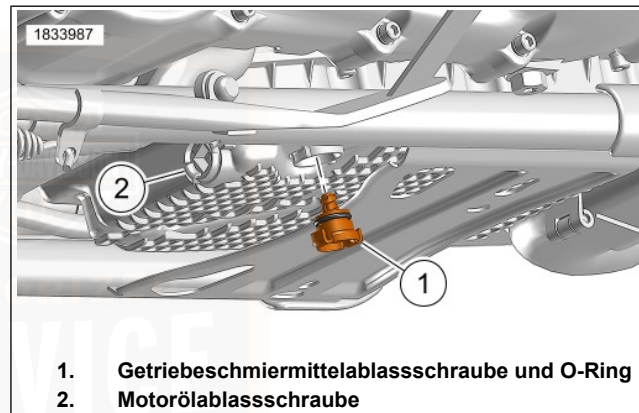

Abbildung 93. Getriebebeschmiermittelablassschraube
- a. Siehe Abbildung 93. Die Getriebeölablassschraube und den O-Ring (1) ausfindig machen.